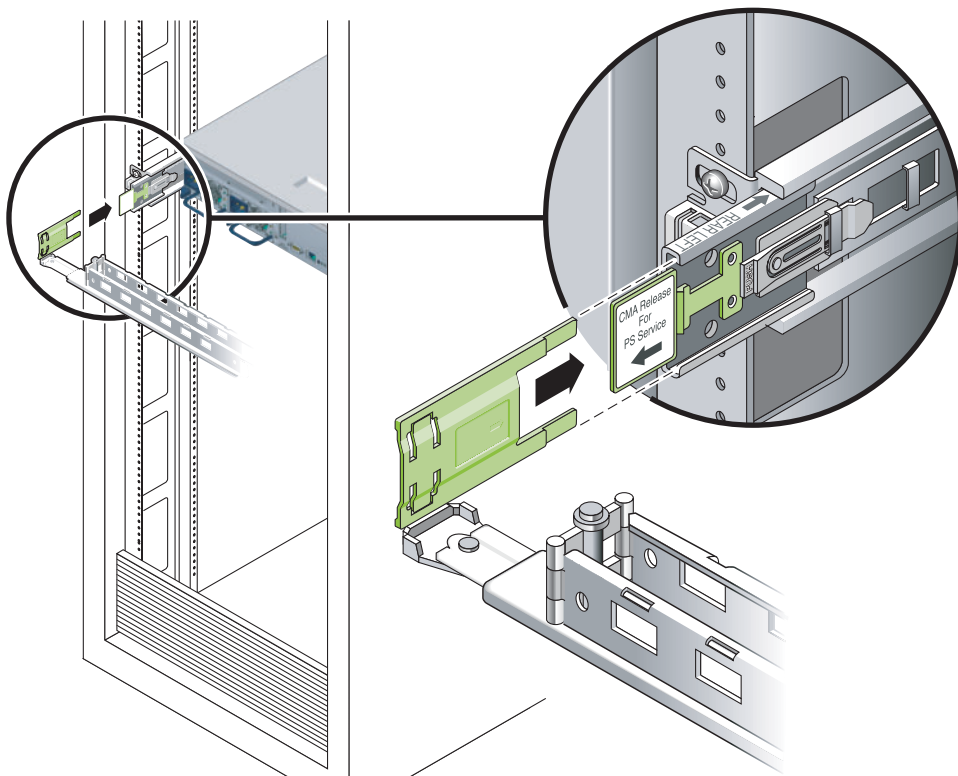

图 3-33 安装滑轨的左侧
4. 将 CMA 左侧的铰接式塑料连接器完全插入 CMA 滑轨扩展件（图 3-33）。